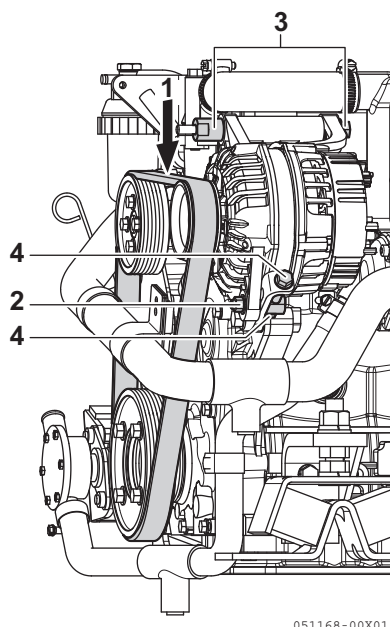

Figura 3
2. Verifique a correia premindo no meio da correia (**Figura 3, (1)**) com seu dedo.
3. Desaperte os 3 parafusos do alternador (**Figura 3, (2) (3) (4)**).
4. Aparafuse o parafuso de ajuste (**Figura 3, (4)**) e mova o alternador para ajustar devidamente a tensão da correia.